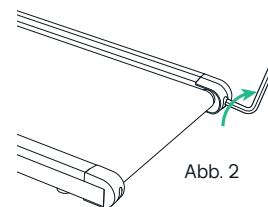

Abb. 2
- Besteht Versatz des Laufbandes nach rechts, bitte mit dem Sechskantschlüssel die rechte Schraube der Stützwalze im Uhrzeigersinn um 1/4 Umdrehung drehen (siehe bitte Abb. 2).